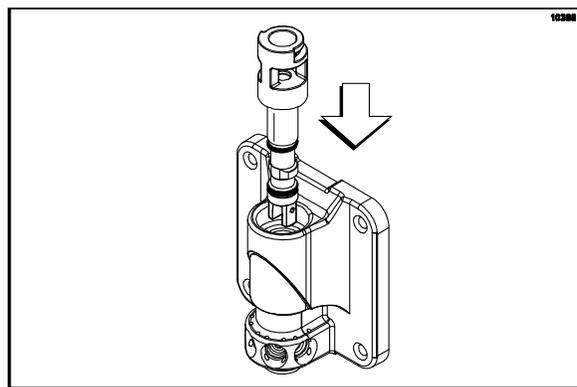

図120
10. ドローバルブスピナーのアセンブリーをフリーガードに差し込み、位置を合わせます(図120を参照)。